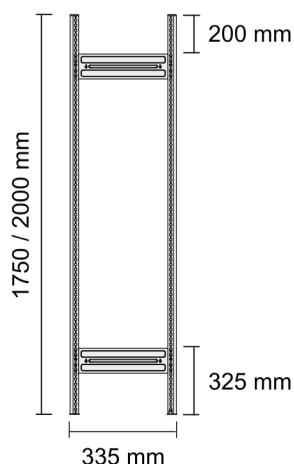

Abb. 2
- (D) Zwei Stützprofile im Abstand der Stützenverbinder anordnen (Abb. 1). Stützenverbinder entsprechend Abb. 2 (die Pfeile zeigen in Richtung des Fußbodens) einsetzen und mit einem Gummihammer o.ä. in die Stützprofile einschlagen.
Achtung! Die Fixierprägung der Stützenverbinder (Abb. 2 a) muss auf beiden Seiten in die Stützprofile einrasten (Abb. 3 a).
- (F) Disposer deux profilés d'appui en laissant de la place pour les raidisseurs de montants (fig. 1). Mettre les raidisseurs de montants en place conformément à la figure 2 (les flèches sont dirigées vers le sol) et les introduire dans les profilés d'appui à l'aide d'un marteau en caoutchouc ou similaire.
Attention! La patte de fixation des raidisseurs de montants (fig. 2 a) doit se clipser dans les profilés d'appui (fig. 3 a).
- (NL) Twee steunprofielen op de afstand van de steunverbindingsstukken plaatsen (afb. 1). Steunverbindingsstukken overeenkomstig afb. 2 (de pijlen wijzen in de richting van de vloer) inzetten en met een rubberen hamer of dergelijke in de steunprofielen slaan.
De fixeeradhesie van de steunverbindingsstukken (afb. 2 a) moet aan beide kanten in de steunprofielen sluiten (afb. 3 a).
- (GB) Arrange two support frames at the correct distance for the support connection (fig. 1). Fit the support connections as shown in fig. 2 (the arrow points in the direction of the ground) and use a rubber hammer (or similar) to tap them into the support frames.
Attention! The locking pieces for the support connections (fig. 2 a) must be snapped in position on both sides in the support frames (fig. 3 a).
Abb. 2 a □